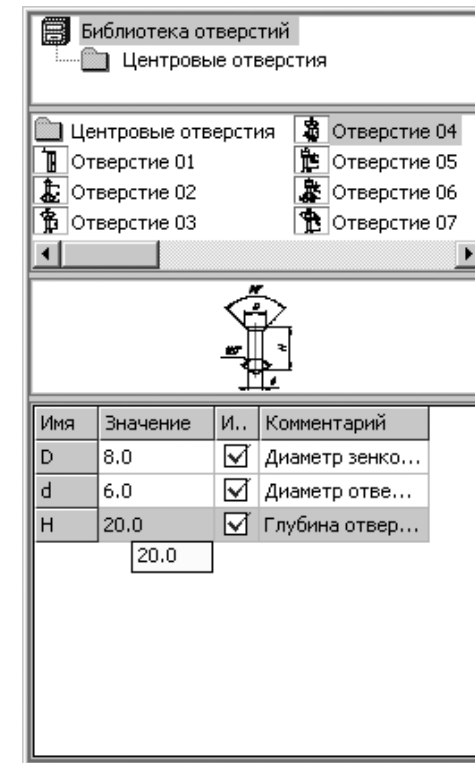

Рис. 3.79. Библиотека отверстий в конце установки параметров отверстия под болт
- аналогичные действия выполните и для других параметров отверстия под болт, введя для параметра  $D$  – диаметр зенковки значение 8 мм, а для параметра глубина отверстия  $H$  – значение 20 мм. Это состояние **Библиотеки отверстий** показано на рис. 3.79.